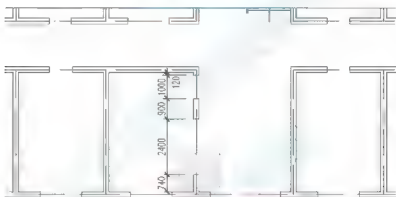

图 3.62 选择被拉伸的对象
(1) 将视图调整至图3.62所示的状态。
(2) 单击【**修改**】工具栏上的【**拉伸**】图标 (快捷键 S),启动【**拉伸**】命令。
① 在**选择对象**:提示下,用交叉选方式选择图3.62所示的窗洞口下侧的墙线。